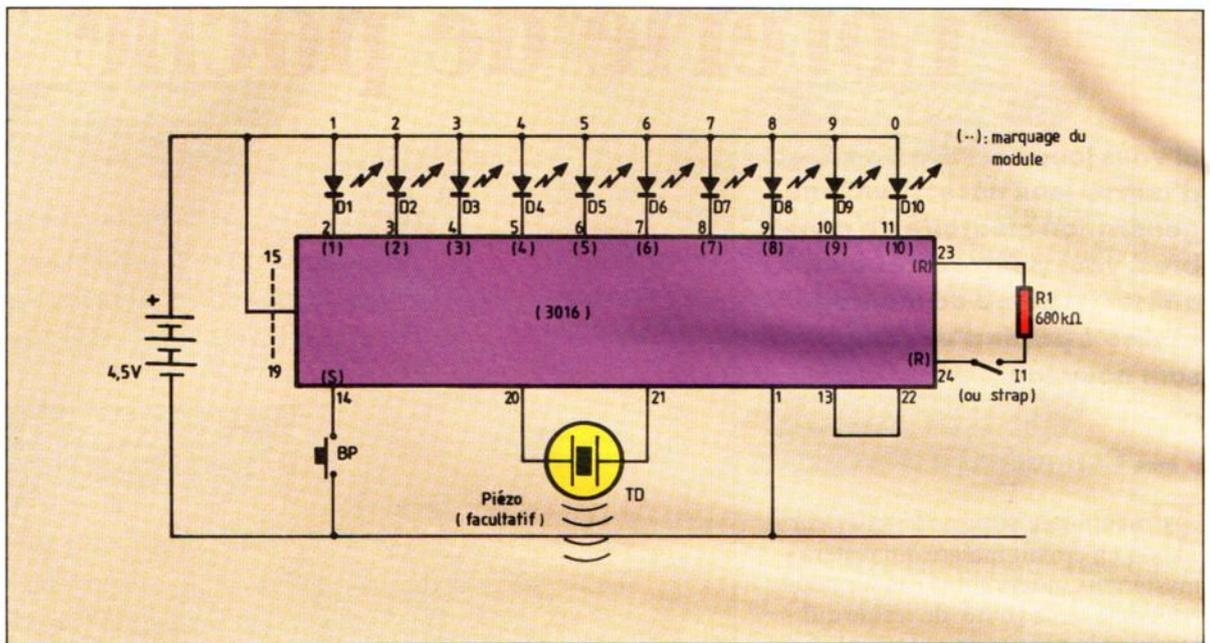

Fig. 1 Schéma de notre montage.
■ Fig. 1. – Schéma de notre montage.